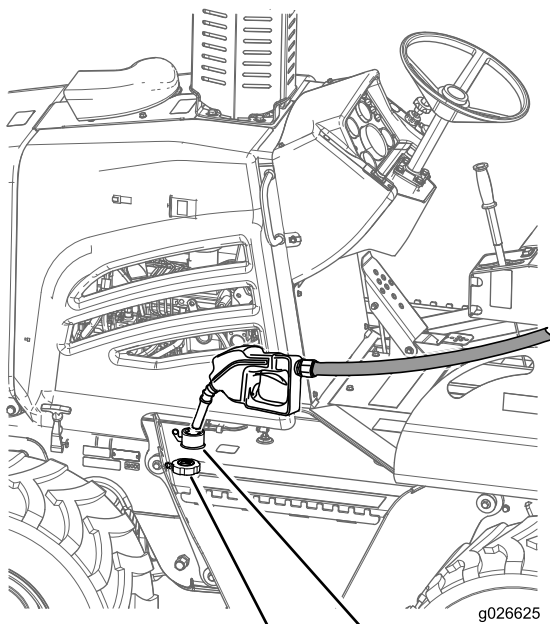

Figure 18
1. Nettoyez la surface autour du bouchon du réservoir de carburant et enlevez le bouchon (Figure 18).